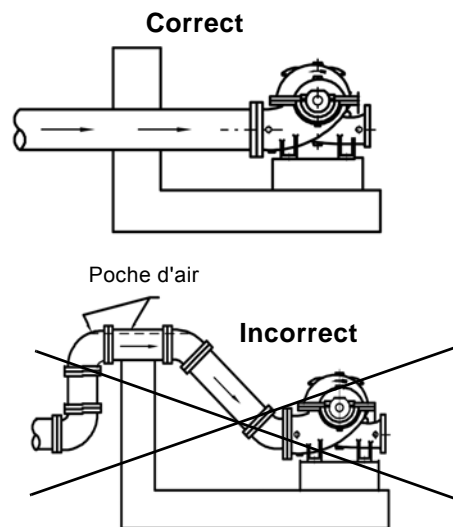

Fig. 8 Prévention des poches d'air
- Éviter les points hauts, tels que les boucles de tuyauterie (voir fig. 8), car ceux-ci peuvent créer des poches d'air et étrangler le système, ou encore provoquer un pompage irrégulier.